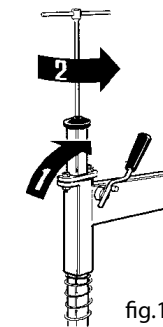

fig.19
- Sbloccare l'asta verticale, alzarla di 10 cm e tornarla a bloccare come da fig.19 (1).
- Release the vertical rod, lift it up 10 cm. and lock it again as shown in fig.19 (1).
- Débloquer la tige verticale, la lever de 10 cm et la rebloquer selon la fig.19 (1) .
- Den Senkrechtstab entblocken, 10 cm hochheben und erneut wie auf Abb. 19 (1) blockieren;
- Desbloquear la barra vertical levantarla de 10 cm. y volver a bloquearla nuevamente como muestra la fig. 19 (1).